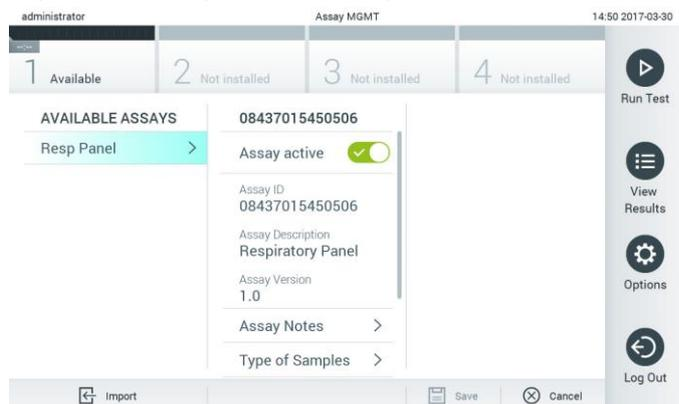

Figure 54. Gestion des dosages disponibles.
1. Appuyez sur le bouton Options (Options), puis le bouton Assay Management (Gestion des dosages) pour accéder à l'écran Assay Management (Gestion des dosages). Les dosages disponibles sont répertoriés dans la première colonne de la zone de contenu (figure 54).